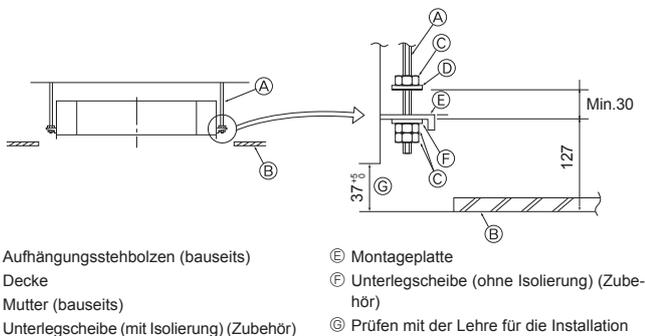

Fig. 2-5
2.5. Verfahren zur Geräteaufhängung (Fig. 2-5)